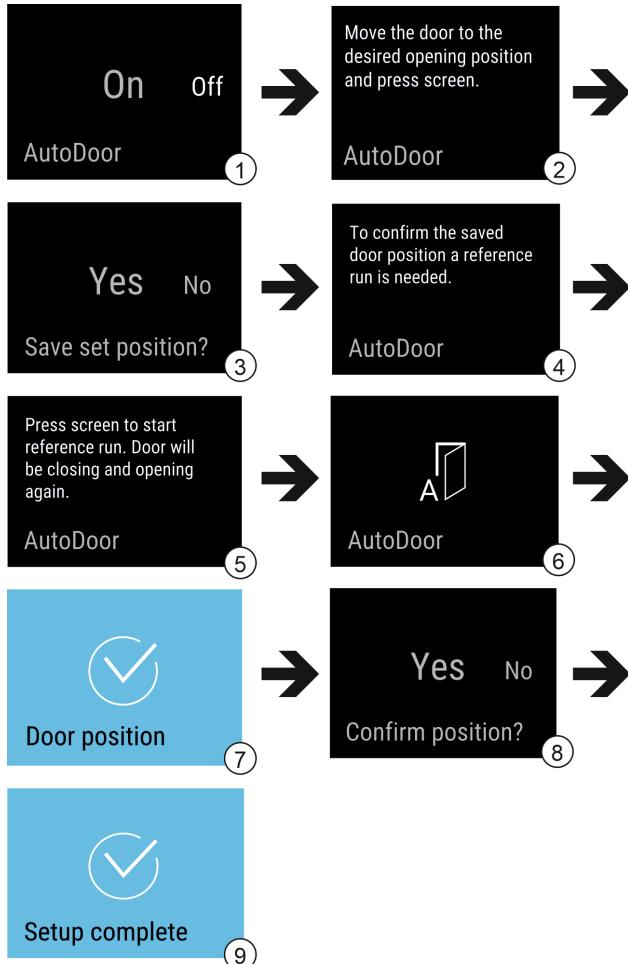

Fig. 14 Примерно изображение на индикациите на английски език
► Активиране на AutoDoor: На дисплея плъзнете индикацията на On. Fig. 14 (1)
- Натиснете дисплея в продължение на 3 секунди. *Fig. 14 (1)*
- Конфигуриране на ъгъла на отваряне на вратата: Отворете вратата на поне 70°. *Fig. 14 (2)*
- Потвърждаване на ъгъла на отваряне на вратата: Докоснете съобщението на дисплея. *Fig. 14 (3)*
- Стартране на референтно движение: Докоснете дисплея. *Fig. 14 (5)*
- Дисплеят мига. *Fig. 14 (6)*
- Референтното движение е успешно: Дисплеят става син за 2 секунди. *Fig. 14 (7)*
- Потвърдете на ъгъла на отваряне на вратата. *Fig. 14 (8)*
- Дисплеят става син. *Fig. 14 (9)*